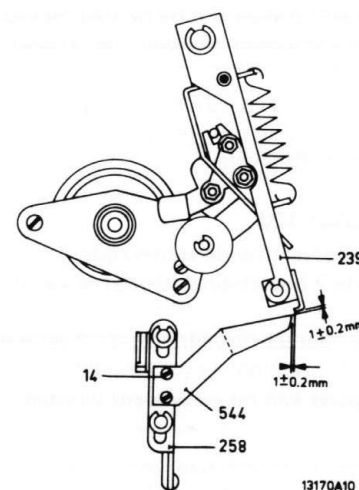

Fig. III-10
- Controleer de afstand tussen de beugel 544 en de drukrolhefboom 239 volgens fig. III-10.
- Binnen de 1 mm vrije slag van de eject-toets (zie fig. III-10) moet SK15 gesloten worden.